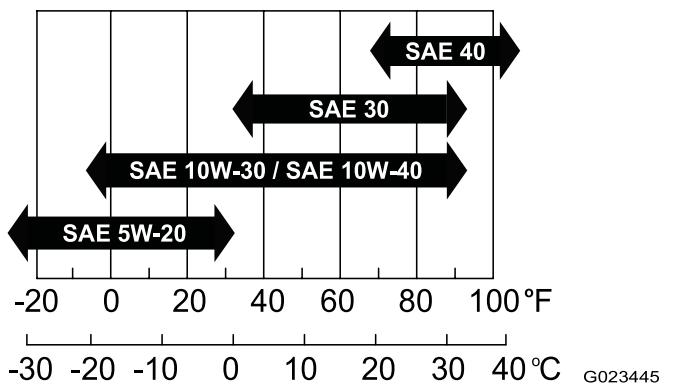

Figura 37
- Viscosità:** SAE 30; fate riferimento alla seguente tabella per altre viscosità (Figura 37):